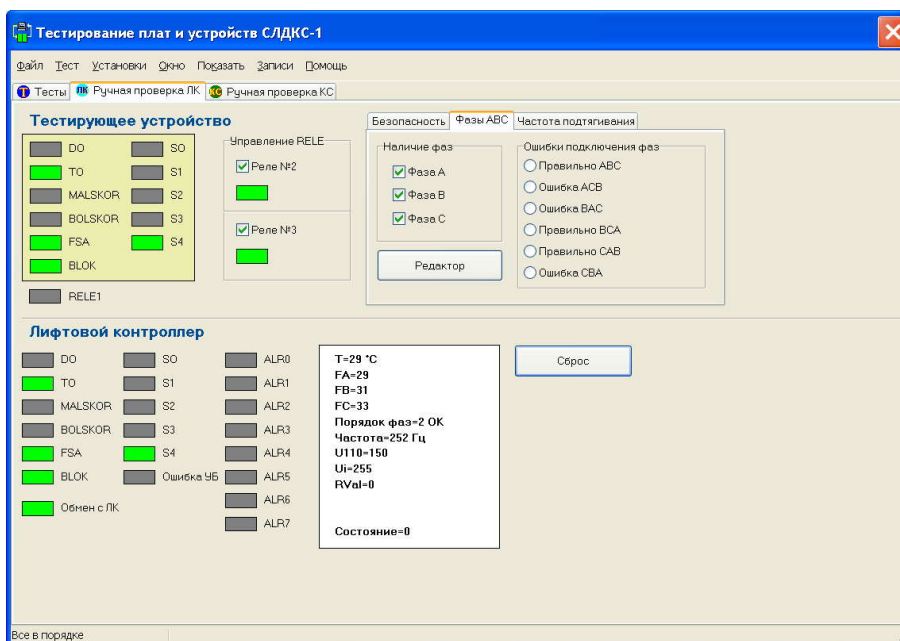

Рисунок 37 – Вкладка "Ручная проверка ЛК"
2.6. Для того чтобы проверить работоспособность отдельных сигналов контроллера лифта, следует перейти на вкладку **Ручная проверка ЛК** (рисунок 37). Список проверяемых сигналов приведен в таблице 4.